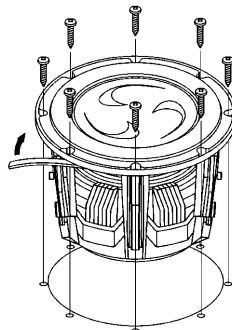

Abb. 2
1. Bringen Sie das mitgelieferte Dichtungsband an der Rückseite des Lautsprecherflansches an, wie es in Abb. 2 dargestellt ist, so daß der Flansch vollständig abgedeckt ist.